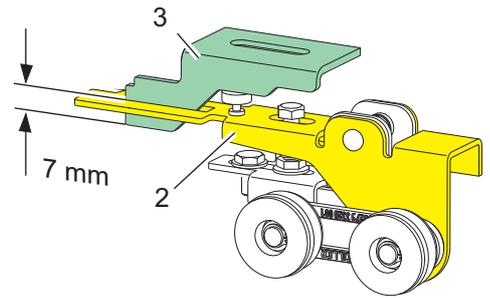

Abb. 54
- Sicherstellen, dass der Abstand (X) sowohl zwischen Riegel (2) und Riegelraste (3) wie auch Riegel (2) und Gegenriegel (7) 2 mm beträgt. Einstellung: Riegelraste Muttern (1) Gegenriegel Muttern (4)
- Der Abstand (Z) der Kontaktbrücke (8) zum Türkontakt (9) muss 5 mm betragen, ggf. durch Verschieben des Winkels (10) einstellen
- Der Abstand (Y) der Kontaktbrücke (11) zum Türkontakt (5) muss 5 mm betragen, ggf. durch mit Gummipuffer (6) einstellen (Darstellung Eingriffstiefe siehe Abb. 54)